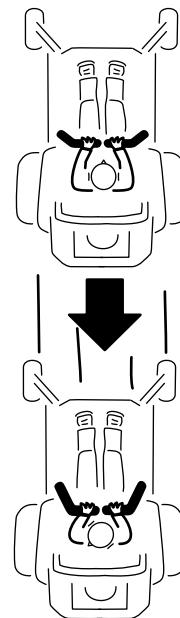

Figura 28
2. Para andar para trás, puxe as alavancas de controlo do movimento lentamente para trás (Figura 28).